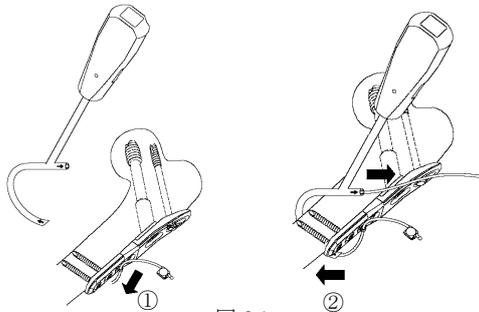

図 2-1
- 2) アダプタのケーブルホールにケーブルを通します。ケーブルは上方より通過して下さい。(図 2-1) 下方より通過させると締結器でケーブル同士が交差しくなります。[以降はケーブル使用方法 (2-1. (3) 以降) を参照して下さい。]